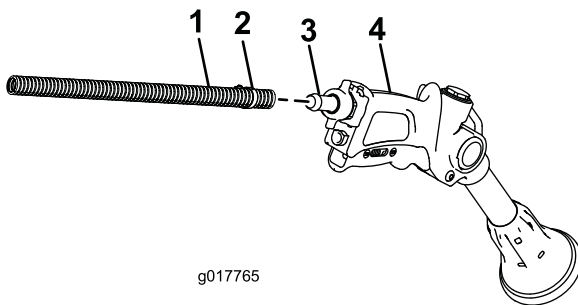

Figura 18
2. Conecte el extremo libre de la manguera larga al acoplamiento de la pistola de fumigación (Figura 18).